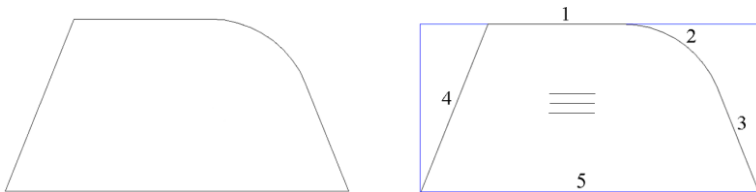

Рис. 11.63. Контур детали в проекте 3D-Constructor
Весь контур– контур детали обрабатывается по периметру. При активной настройке для детали, представленной на рис. 11.63 стр. 473, в обработку попадут ребра “1”, “2”, “3”, “4”, “5”.
Только ребра не на габарите– обрабатываются только те ребра контура детали, которые не совпадают с ребрами габаритного прямоугольника, описанного вокруг детали по направлению фактуры. При активной настройке для детали, представленной на рис. 11.63, в обработку попадет ребро “4” и цепочка ребер “2”-“3”.
Ребра не на габарите и смежные– обрабатываются ребра не на габарите и сопряженные с ними смежные ребра. При активной настройке для детали, представленной на рис. 11.63, в обработку попадет ребро “4” и цепочка ребер “1”-“2”-“3”.
Примечание. В зависимости от технологии производства возможно два подхода к изготовлению детали, приведенной на рис. 11.63. Можно после раскроя листового материала получить габаритный прямоугольник, два ребра которого совпадают с направлением фактуры на детали, затем обработать фрезой ребро “4” и цепочку ребер “2”-“3”. В этом случае между ребром “1” и “2” по причине погрешности оборудования и неточности установки, может быть получена небольшая ступенька. Можно взять исходный контур плиты с небольшим припуском для ребра 1 и обработать всю цепочку ребер 3, 2, 1, 4 одной операцией фрезерования.
- в контуре плиты присутствуют ребра, не совпадающие с ребрами габаритного прямоугольника, описанного по направлению фактуры (см. рис. 11.63, стр. 473)